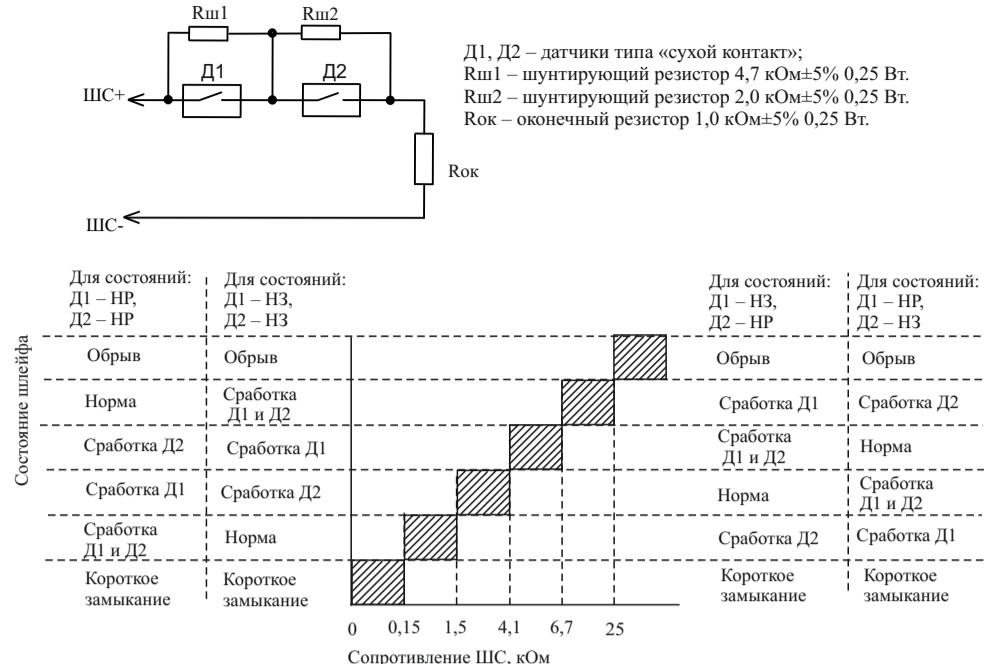

Рисунок 6 – Технологический шлейф с двумя датчиками D1 и D2
- смонтировать адресную метку на DIN-рейку или на стену, используя отверстия в основании (Рисунок 6);